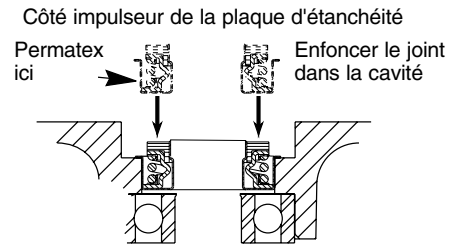

Figure 2
**REMARQUE** : S'assurer que les faces du joint sont propres et ne sont pas endommagées. Appliquer du Permatex #2 ou un produit équivalent modérément sur le bord extérieur du corps du joint (avec ressort). Figure 2.
1. Enfoncer le corps de joint neuf dans la cavité de la plaque d'étanchéité (Figure 2).